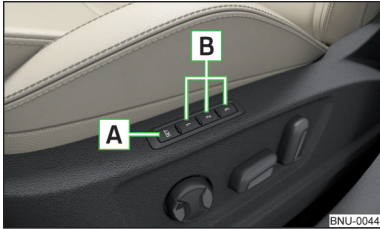

Abb. 80
Unter den Speichertasten **B** am Fahrersitz kann jeweils eine Einstellung der Fahrersitz- und Außenspiegelposition gespeichert werden » **Abb. 80**.
- › Die Taste **SET** **A** » **Abb. 80** drücken und anschließend innerhalb von 10 s die gewünschte Speichertaste **B** drücken. Das Speichern wird mit einem akustischen Signal bestätigt.
- › Die Zündung einschalten und die gewünschte Speichertaste **B** » **Abb. 80** drücken.